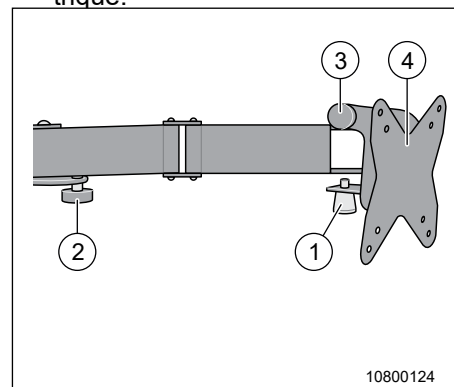

Fig. 30 Support de l'écran TV
1. Tirer le bouton de verrouillage (Fig. 30, pos. 1) vers le bas et le maintenir dans cette position.
3. Desserrer la vis de blocage (Fig. 30, pos. 3) et pivoter l'écran TV vers le haut ou vers le bas.
4. Fixer le support de l'écran TV avec les vis de blocage (Fig. 30, pos. 2 et 3).